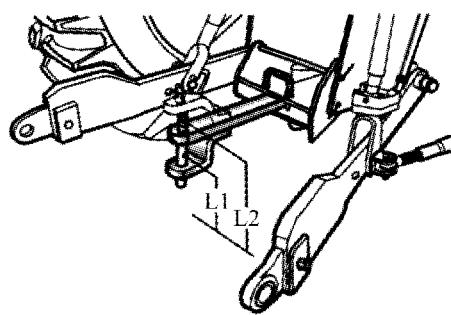

Рис. 4 – 48 Качающаяся упряженная тяга
② Регулируйте поперечное положение прицепной точки путём изменения положения вставки U – образного пальца (см. Рис. 4 – 47).